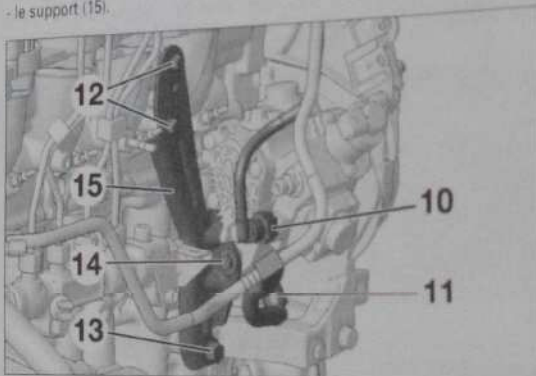

Fig. 35
- Désaccoupler et obturer les tubes (10) et (11) (Fig. 35).
- les vis (12),
- la vis (13),
- la vis (14),
- le support (15).